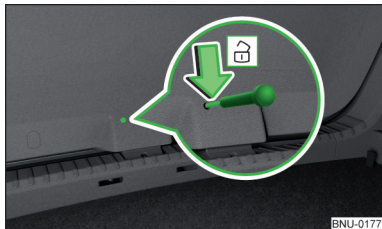

Abb. 335
- › In die Öffnung in der Klappenverkleidung » Abb. 335 einen Schraubendreher oder ein ähnliches Werkzeug bis zum Anschlag einführen.